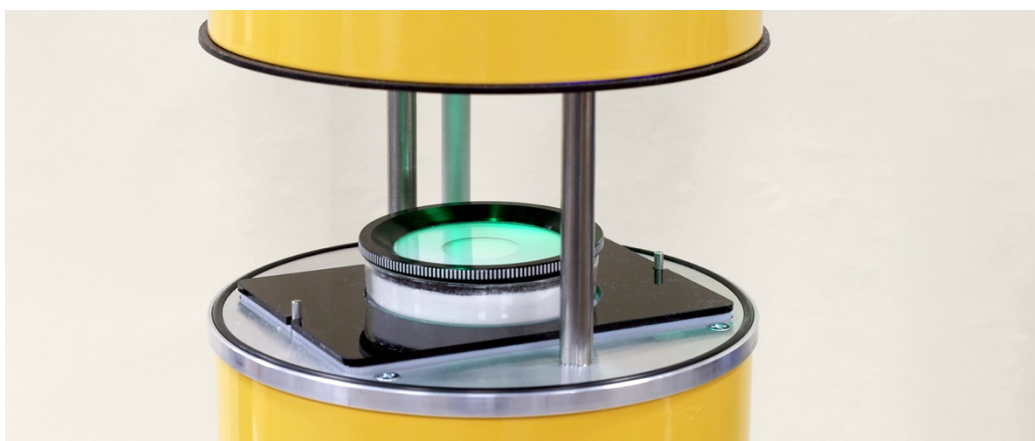

Рисунок 9.5. Установленная чашка
3. Не снимая крышку установить кювету в прибор (Рис. 9.5)